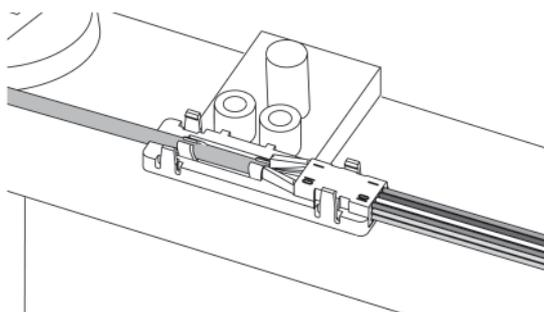

Figura 19
**7.8** Baixe a secção de inserção para o corpo do BTF e prima para a colocar no lugar (Figura 19).